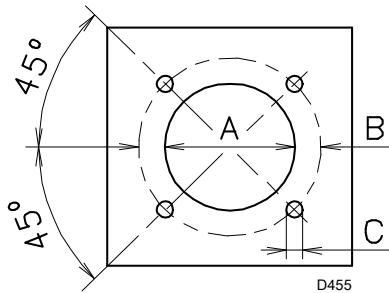

图 11
在锅炉前炉门板上钻孔，如 (图 11) 所示。可以用随燃烧器附带的隔热垫定位螺纹孔的位置。
- 将燃烧器整体安装到之前在锅炉钢板上已钻好的孔 (图 11) 上，同时将随附螺丝拧紧。